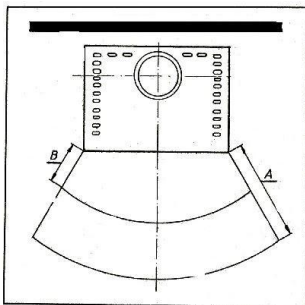

Bild 8
Im Sichtbereich (Strahlungsbereich) des Feuers muss zu brennbaren Bauteilen, Möbel oder auch z.B. zu Dekostoffen ein Abstand von mindestens **100 cm (A)**, gemessen ab Vorderkante Feuerraumöffnung eingehalten werden. Der Sicherheitsabstand reduziert sich auf **50 cm (B)**, wenn ein belüfteter Strahlungsschutz vor das zu schützende Bauteil montiert wird (Beispiel siehe Abb. 8)